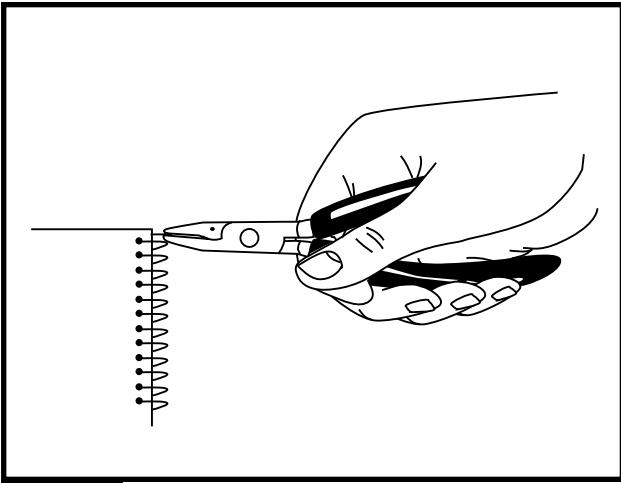

Figure 4
3. Place the crimpers in your right hand with the red dot facing up (see Figure 4).
5. Quickly squeeze the crimper handles together to cut and crimp in one motion (see Figure 4). It is not necessary to twist the crimpers.
| <p>1. Die Handcrimpzange lässt sich in dem an der rechten Geräteseite eingebauten Fach aufbewahren.</p> <p>2. Zum Schneiden und Crimpen das Dokument auf eine geeignete Arbeitsfläche legen, wobei die mit der Spirale gebundene Kante zum Bediener gerichtet ist.</p> <p>3. Die Handcrimpzange in die rechte Hand nehmen, wobei der rote Punkt nach oben zeigen soll (siehe Abbildung 4).</p> <p>4. Die Öffnung der Handcrimpzange um das Spiralelement legen, das aus dem ersten Loch im Dokument ragt. Dabei auf der rechten Seite des Dokuments arbeiten.</p> <p>5. Die Handcrimpzange schnell zusammendrücken, um mit einer Bewegung zu schneiden und zu crimpfen (siehe Abbildung 4). Ein Drehen der Handcrimpzange ist dabei nicht erforderlich.</p> <p>6. Die Unterseite des Dokuments nach oben drehen und Schritt 2 bis 5 für das noch nicht gecrimpte Ende wiederholen.</p> <p>7. Linkshänder führen das Crimpen am linken Ende des Dokuments durch, wobei der rote Punkt nach unten zeigt.</p> | <p>1. De klemtang kan worden bewaard in de ingebouwde ruimte op de rechtkant van de machine.</p> <p>2. Wanneer u begint met knippen en klemmen, legt u het document op een tafelblad met de rand met de inbindspiraal naar u toe.</p> <p>3. Neem de klemtang in uw rechterhand, met de rode stip omhoog gericht (zie Afbeelding 4).</p> <p>4. Plaats de bek van de klemtang aan de rechterkant van het document, om de spiraal die uit het eerste gat in het boek komt.</p> <p>5. Druk de klemtang snel dicht om de spiraal met één vloeiende beweging door te knippen en samen te knijpen (zie Afbeelding 4). Het is niet nodig om de klemtang te draaien.</p> <p>6. Leg het document ondersteboven en herhaal stap 2 t/m 5 voor het nog niet samengekneden uiteinde.</p> <p>7. Linkshandigen kunnen de handeling uitvoeren op de linkerkant van het document, met de rode stip naar beneden gericht.</p> | <p>1. La pince à sertir peut être rangée dans le logement situé sur le côté droit de la machine.</p> <p>2. Poser le document sur une surface plane, la tranche reliée face à l'opérateur.</p> <p>3. Saisir la pince dans la main droite, le point rouge face à l'opérateur (voir Figure 4).</p> <p>4. En travaillant sur le côté droit du document, placer la mâchoire de la pince autour de la spirale sortant de la première perforation.</p> <p>5. Serrer rapidement la poignée de la pince pour couper et sertir en un seul mouvement (voir Figure 4). Il est inutile d'imprimer un mouvement de torsion à la pince.</p> <p>6. Retourner le document et répéter les étapes 2 à 5 pour l'autre tranche non sertie.</p> <p>7. Si l'opérateur est gaucher, il suffit de procéder au sertissage du côté gauche du document, le point rouge de la pince étant dirigé vers le bas.</p> | <p>1. Los alicates de doblar se pueden guardar en el compartimiento situado al lado derecho de la máquina.</p> <p>2. Para empezar a cortar y doblar, coloque el documento sobre una superficie plana, con el borde en el que se va a colocar la espiral mirando hacia arriba.</p> <p>3. Coja los alicates con la mano derecha, con el punto rojo mirando hacia arriba (véase la Figura 4).</p> <p>4. Empezando por el lado derecho del documento, coloque la boca del alicate alrededor de la espiral que sale del primer orificio del libro.</p> <p>5. Presione rápidamente los mangos del alicate para cortar y doblar en un solo movimiento (véase la Figura 4). No es necesario hacer girar el alicate.</p> <p>6. Dé vuelta al documento y repita los pasos 2 a 5 en el extremo que aún no se ha doblado.</p> <p>7. Si es usted una persona zurda, realice la operación de doblado por el lado izquierdo del documento, con el punto rojo hacia abajo.</p> |